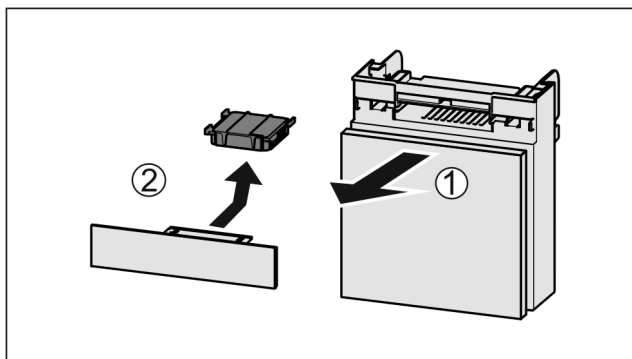

Fig. 88
- Predal izvlecite Fig. 88 (1) naprej.
- Odstranite Fig. 88 (2) aktivni ogljeni filter.